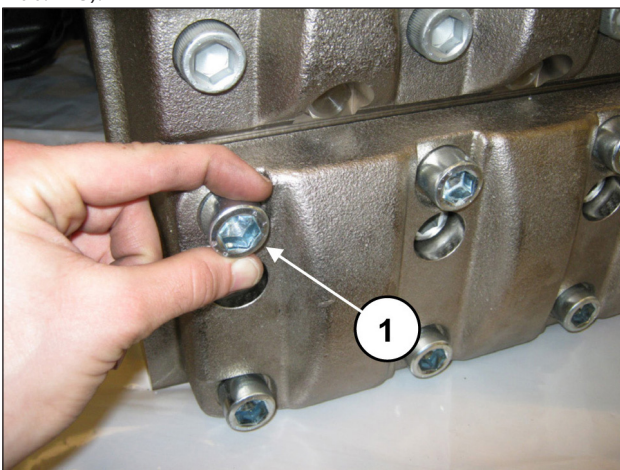
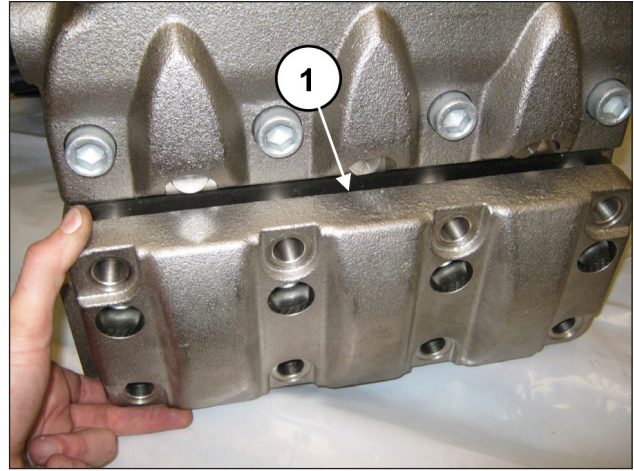

Abb. 142
Abb. 143
Lösen Sie die 8 Schrauben M18x65 des Saugventildeckels (Pos. ①, Abb. 142) und nehmen Sie den Deckel ab (Pos. ①, Abb. 143).